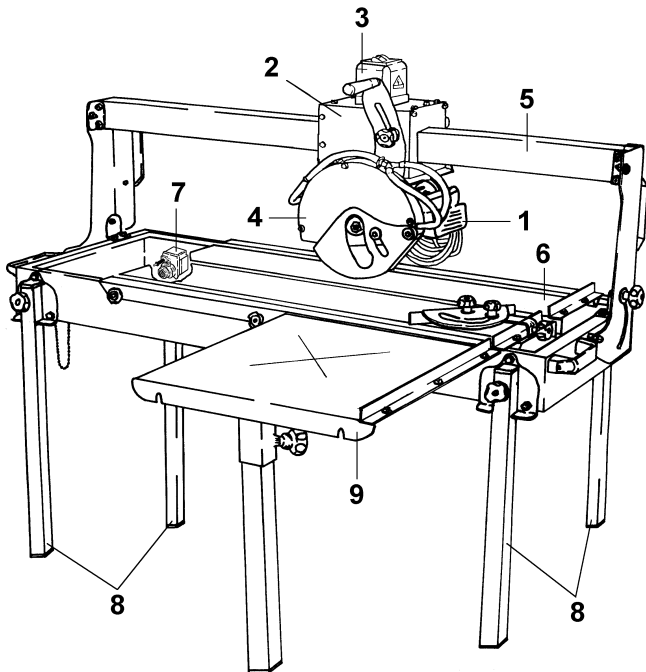

Fig.1
- Skærebeklytter: Skærebeklytteren "4" (Fig.1), der beskytter brugeren imod tilfældig berøring af skæreren, skal være monteret når maskinen skal betjenes.
- Beskyttelse imod termisk overbelastning: motoren "1" (Fig.1) er udstyret med en termisk beskyttelse; hvis den bliver aktiveret, vent på at motoren køler ned og gentag opstartsproceduren.
- Elektrisk kabinet "3" (Fig.1): giver mulighed for sikker brug af tænd- og slukknappen. Hvis spændingen falder eller der opstår strømsvigt, forhindres automatisk genstart af motoren af en minimumsspændings-anordning.